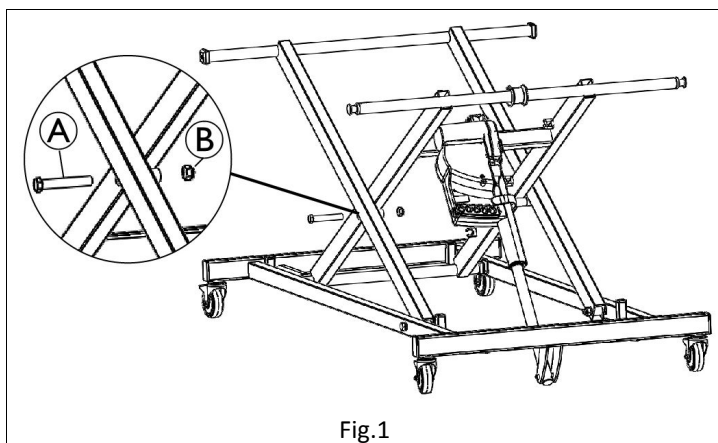

Fig.1
4. Replacing the scissor screws (Fig. 1)
4. Sustitución de los tornillos de la tijera (Fig. 1)